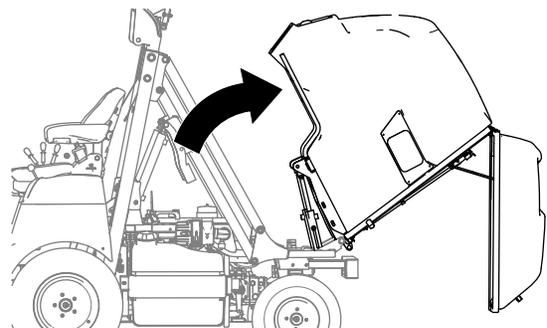

図 56
2. もう一人がホッパーを手で押し上げるようにして後方に 図 56 倒す。